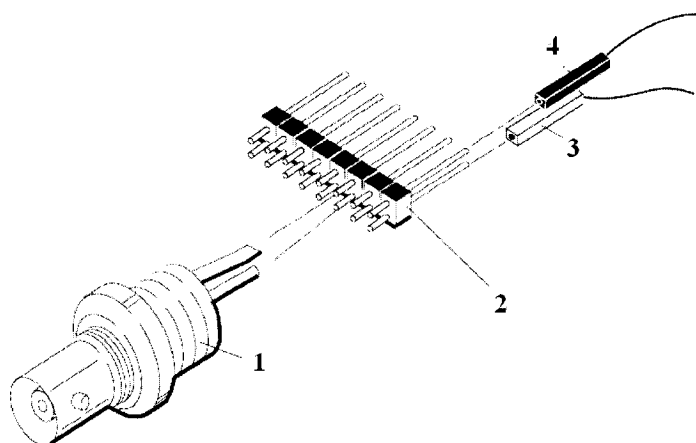

Рис. 3
4. Подключить выход источника к цифровым каналам D0 – D7 логического анализатора через адаптер, вид которого приведен на рис. 3.